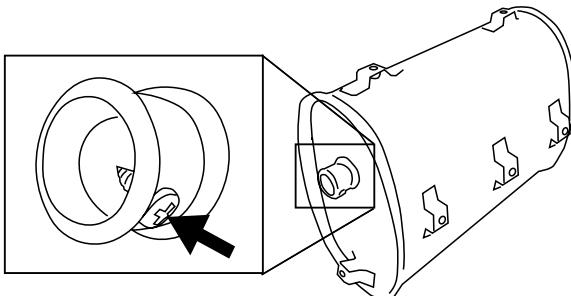

Figura 15: quitar el parachispas
4. Una vez que se quita la cubierta, ubique el tornillo en la punta del silenciador y quitelo. Tire del apagachispas del silenciador. (ver Figura 15).